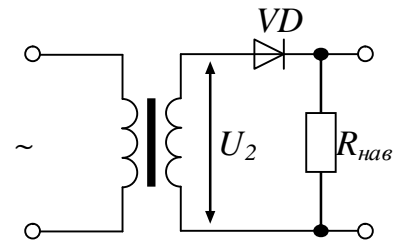

Рис. 11.1
Випрямлена напруга для однопівперіодного випрямляча (рис. 11.1)
**11.1.** У схемі однопівперіодного випрямляча (див. рис. 11.1) через діод проходить випрямлений струм 75 мА. Визначити опір навантаження, якщо амплітуда напруги вторинної обмотки трансформатора 220 В.
**11.1.** У схемі однопівперіодного випрямляча (див. рис. 11.1) на навантаженні 510 Ом постійна напруга 100 В. Чи правильно вибраний діод Д205, для якого максимальна зворотна напруга 400 В, а найбільший випрямлений струм 400 мА?
**11.2.** Для схеми однопівперіодного випрямляча (див. рис. 11.1) визначити випрямлену напругу, якщо амплітуда напруги первинної обмотки трансформатора 220 В, коефіцієнт трансформації 1.43.
**11.3.** Для схеми однопівперіодного випрямляча (див. рис. 11.1) визначити постійну напругу на навантаженні, якщо на вторинній обмотці трансформатора 250 В.
**11.15.** У схему однопівперіодного випрямляча (див. рис. 11.1) увімкнено згладжувальний ємнісний фільтр. Визначити ємність конденсатора фільтра, якщо опір навантаження 820 Ом, частота мережі 50 Гц, коефіцієнт згладжування 10.
**11.16.** У схему однопівперіодного випрямляча (см рис. 11.1) увімкнено індуктивний згладжувальний фільтр. Визначити індуктивність дроселя, якщо випрямлений струм 75 мА, випрямлена напруга 12 В, частота мережі 400 Гц, коефіцієнт згладжування 15.